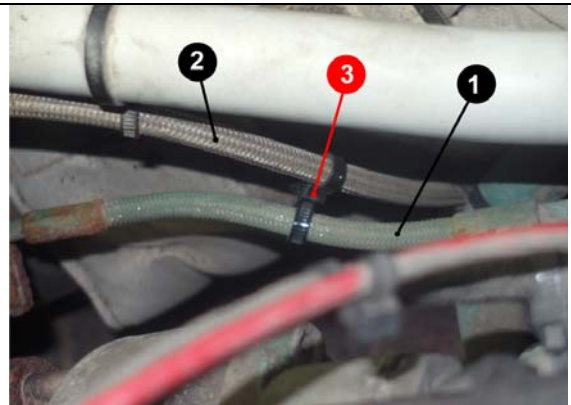

FIGURE 11: INSTALLATION CONFORME (Photo prise par le dessus)
- 2) Valider qu'une attache de nylon à double boucle se trouve sur la section flexible de la conduite de l'injecteur (voir la FIGURE 13 pour identifier le type d'attache approprié). Ceci se fait par inspection visuelle, à l'aide d'une lampe de poche. Cette attache de nylon devrait y être installée afin de maintenir ensemble le boyau de liquide de refroidissement situé à proximité et la conduite de carburant de l'injecteur (AHI) tout en les empêchant de frotter ensemble (voir FIGURE 11).
- 3) Si l'attache de nylon est présente comme on peut le voir sur la FIGURE 11, alors l'installation est conforme. Ceci complète le bulletin, aucun remplacement de pièce n'est nécessaire.
- 1) Techniciens, veuillez-vous référer à la procédure décrite sur le document Volvo FSB258-020 disponible sur Impact. **NE PAS OUBLIER D'AJOUTER UNE ATTACHE DE NYLON À DOUBLE BOUCLE** selon la FIGURE 11. Prendre note qu'une vidange partielle du liquide de refroidissement est suffisante.